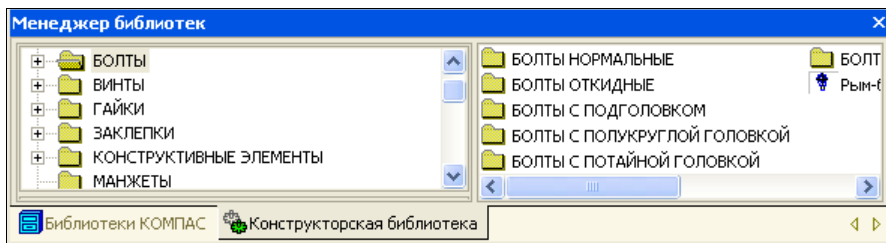

Рис. 26.28. Вкладка Конструкторской библиотеки в диалоговом окне **Менеджер библиотек**
- ♦ в левой части диалога щелкните ЛК мыши по папке **БОЛТЫ**. В правой части откроется состав этой папки по номенклатуре (рис. 26.28). Для раскрытия папки **БОЛТЫ НОРМАЛЬНЫЕ** щелкните ЛК мыши по этой папке. Раскроются папки по ГОСТам. Причем выделенной будет папка **Болт ГОСТ 10602-94**, а в окне просмотра появится его изображение. Это можно сделать иначе;